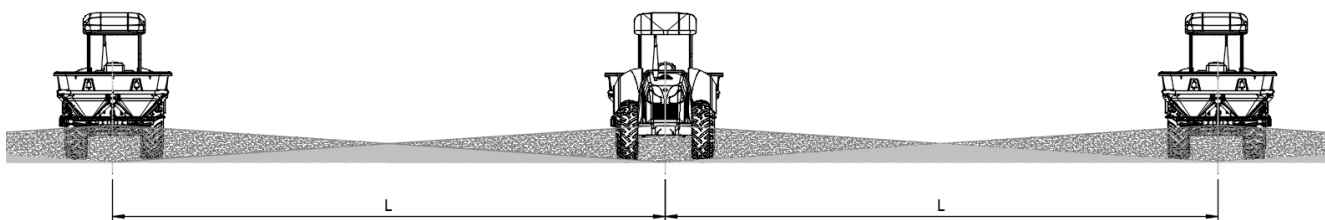

Figure 4.6 - Ex. distribution triangulaire - 100% de chevauchement
La machine peut être utilisée pour distribuer sur toute la largeur (L) de la portée sans utiliser le dispositif présenté ci-dessus. Pour ce type de travail, qui est le plus courant, la machine réalise un schéma d'épandage identique à celui de la figure suivante (*figure 4.6*), généralement en forme de triangle, avec un chevauchement d'environ 100 %.